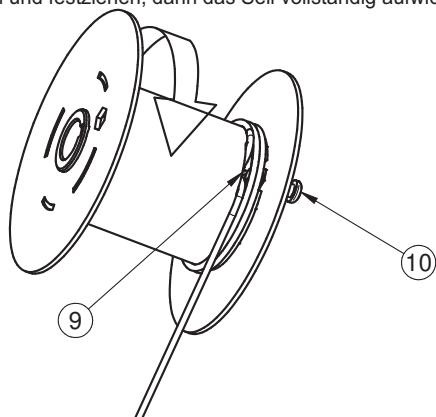

Abb. 4.5
5) Zwei vollständige Windungen wickeln, dabei das Seil in Kontakt mit der Trommel halten, dann eine Schleife bilden und diese in den Schlitz auf der Trommel einführen (Ref. 9 Abb. 4.5), die Schraube (Ref. 10 Abb. 4.5) vollständig anziehen, so dass sie in die Schleife hineinreicht, die Schraube mit einer mittleren Schraubensicherung versehen und festziehen, dann das Seil vollständig aufwickeln.